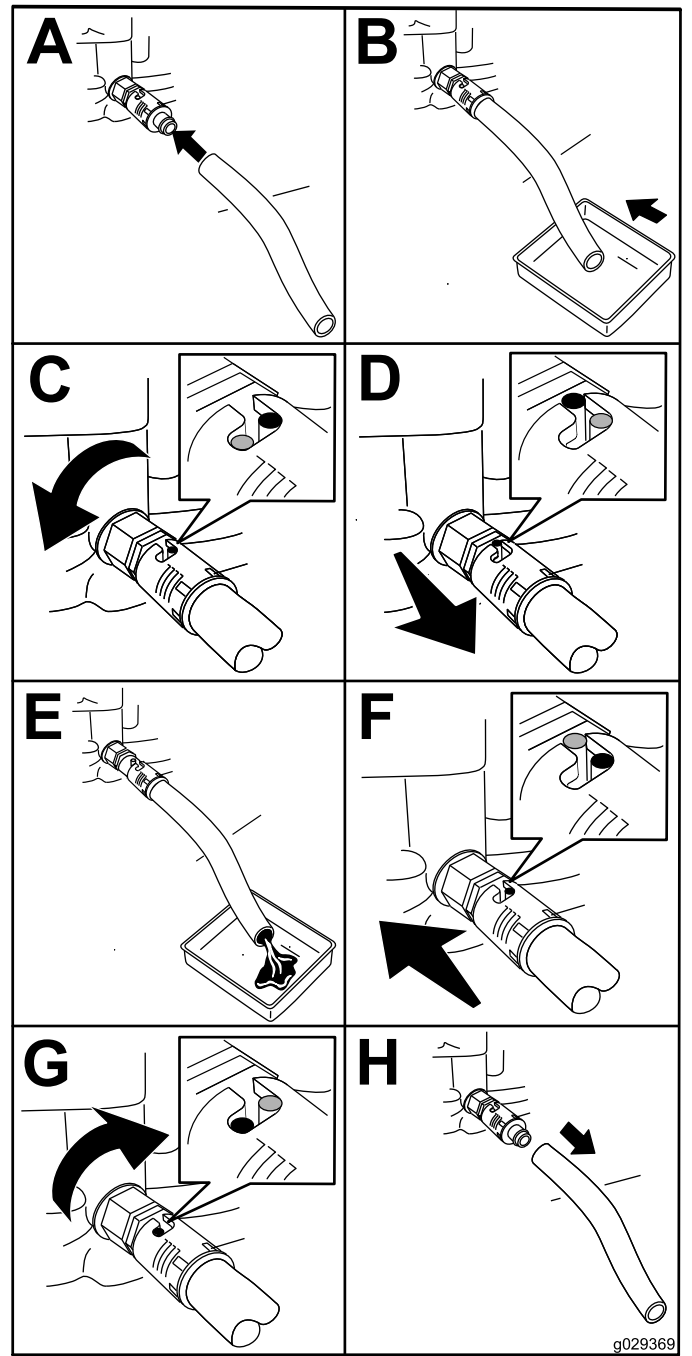

图30
4. 将排油软管安装到排放阀上（图30）。
5. 将软管的另一端放入适当的机油容器内（图30）。
6. 将机油排放阀逆时针旋转 1/4 圈，开始排放机油（图30）。
7. 所有机油排放完之后，将机油排放阀顺时针旋转 1/4 圈，关闭排放阀（图30）。